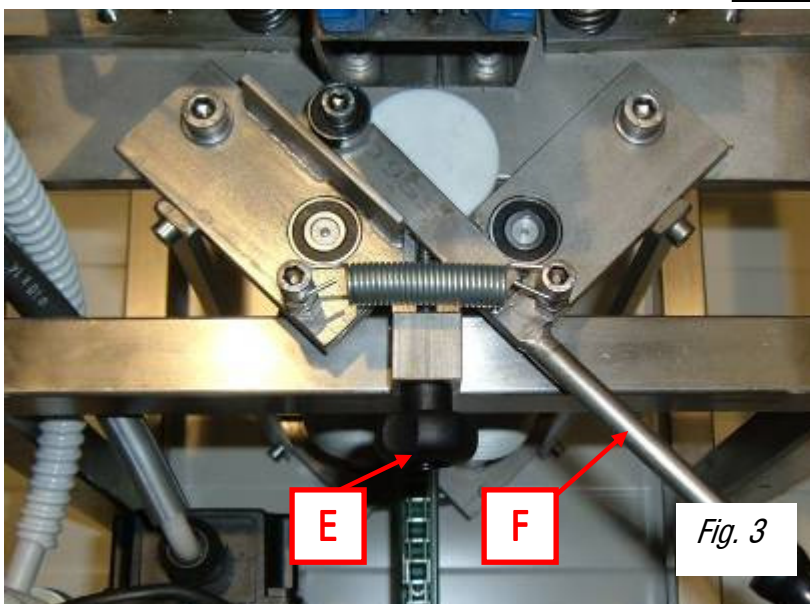

Fig. 3
3.2 ROULEAUX D'OUVERTURE DES CELLULES (fig. 3 - page 27)
Le réglage des rouleaux d'ouverture des cellules s'effectue en agissant sur le bouton fileté (E) placé à la sortie du cadre de la machine et visible sur la fig. 3.